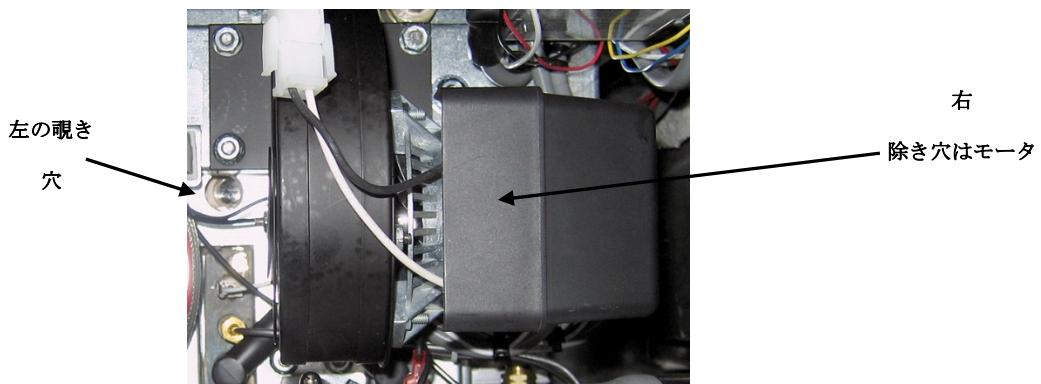

図 11
7. バーナーの火が少なくとも 90 秒間継続して燃えた後、燃焼用送風機の両側にあるバーナーの覗き穴から炎を観察します(図 11 参照)。